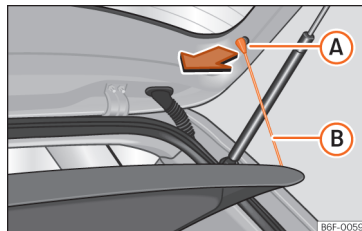

Fig. 143 Na bagageira: desmontar e montar a chapeleira.
- Desengate os tirantes de fixação »» **Fig. 143** (B) dos alojamentos (A).
- Engate os tirantes de fixação »» **Fig. 143** (B) na porta da bagageira.